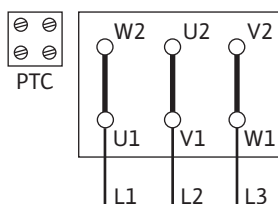
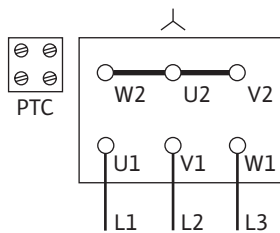

Fig. 10: Y-Δ-Anlauf
Fig. 11: Y-Schaltung
- Der Netzanschluss ist abhängig von Motorleistung P2, Netzspannung und der Einschaltart. Erforderliche Schaltung der Verbindungsbrücken im Klemmenkasten folgender Tabelle sowie Fig. 10,11 und 12 entnehmen.
| Direkt       | Δ-Schaltung(Fig. 10)                   | Y-Schaltung(Fig. 11) | Δ-Schaltung(Fig. 10 oben)              |